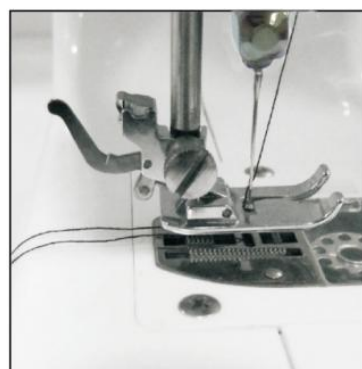

Fig. 10
- 4) Sæt spoledækslet på igen, adskil de to tråde og træk dem bag om maskinen under trykfoden. De skal trækkes ca. 15 bag om maskinen og hænge løst. (Fig. 10)